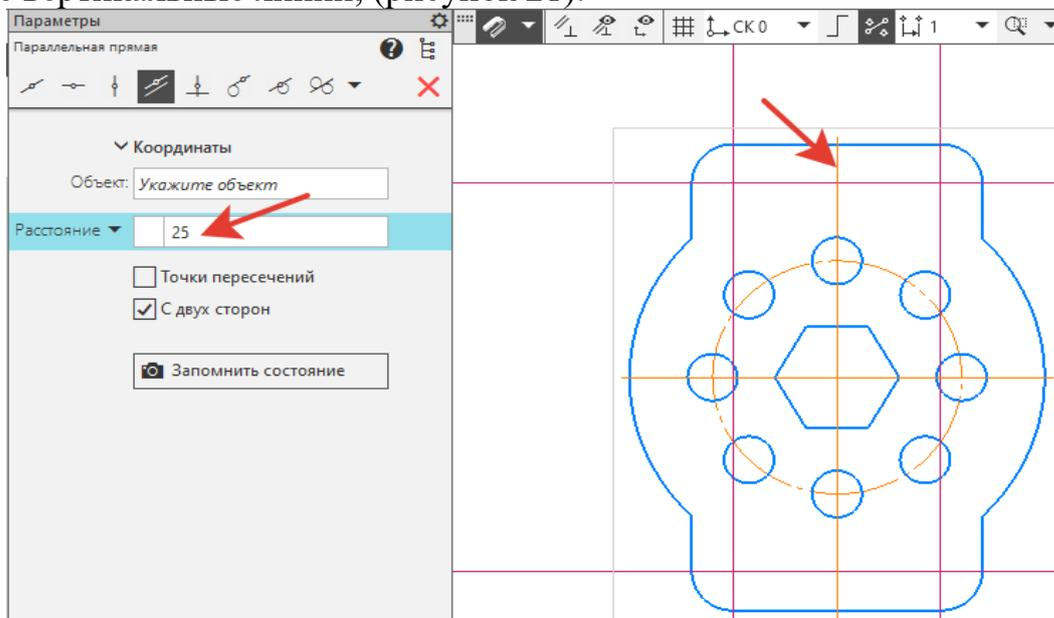

Рисунок 21.
13. Не выходя из параметров **Параллельная прямая**, задать **Расстояние** – 25. В качестве объекта укажите теперь вертикальную осевую линию. Получили две вертикальные линии, (рисунок 21).